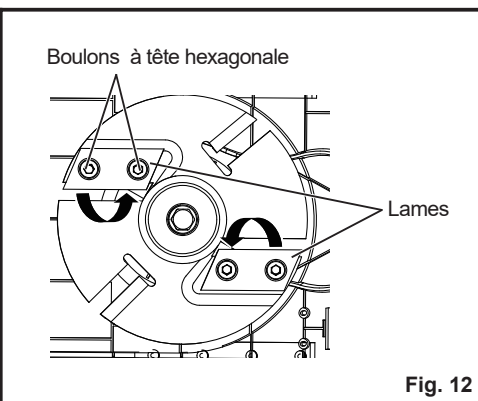

Fig. 12
- Retirez la lame et faites-la pivoter de 180°, puis montez la lame sur la plaque de lame à l'aide des deux boulons intérieurs à tête hexagonale et de la clé hexagonale. Veillez à ce que le tranchant émoussé soit orienté vers le bas (Fig.12).